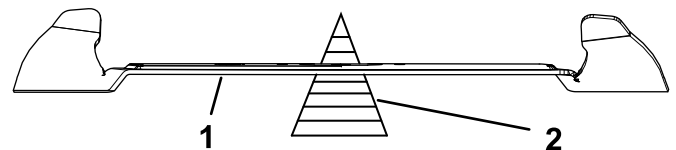

Bild 91
2. Prüfen Sie die Auswuchtung des Schnittmessers auf einer Ausgleichsmaschine (**Bild 91**).
Hinweis: Wenn das Messer nicht ausgewuchtet ist, feilen Sie etwas Metall vom schweren Ende des Messers im Flügelbereich ab (**Bild 91**).